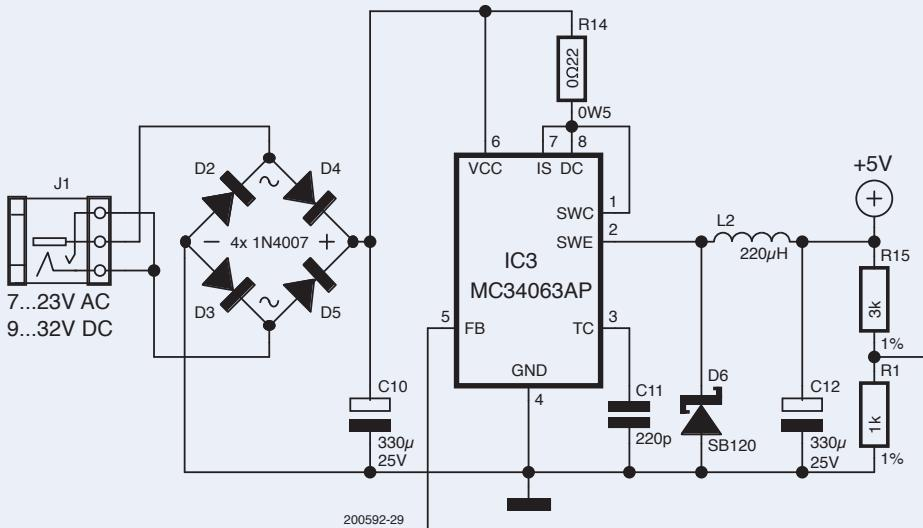

Figure 3. L'alimentation à découpage couvre une vaste plage de tension d'entrée.
Un MC34063 (IC3) monté en régulateur buck à découpage fournit la tension d'alimentation convenable de +5 V (**fig. 3**). La source d'alimentation CA/CC à l'entrée du circuit est redressée puis filtrée par le condensateur C10 avant d'entrer dans IC3. Le redresseur D2 à D5 permet l'alimentation en courant alternatif (CA) et en courant continu (CC) de polarité quelconque. Ainsi, l'appareil accepte à son entrée des tensions de 7 à 23 VAC ou de 9 à 32 VCC. La fréquence de découpage est voisine de 30 kHz. Le circuit complet ne consomme que 35 mA. Comme l'alimentation peut fournir jusqu'à 1,2 A, elle est très largement dimensionnée. La broche centrale du connecteur d'alimentation a un diamètre de 2 mm, compatible avec nombreux adaptateurs standard.